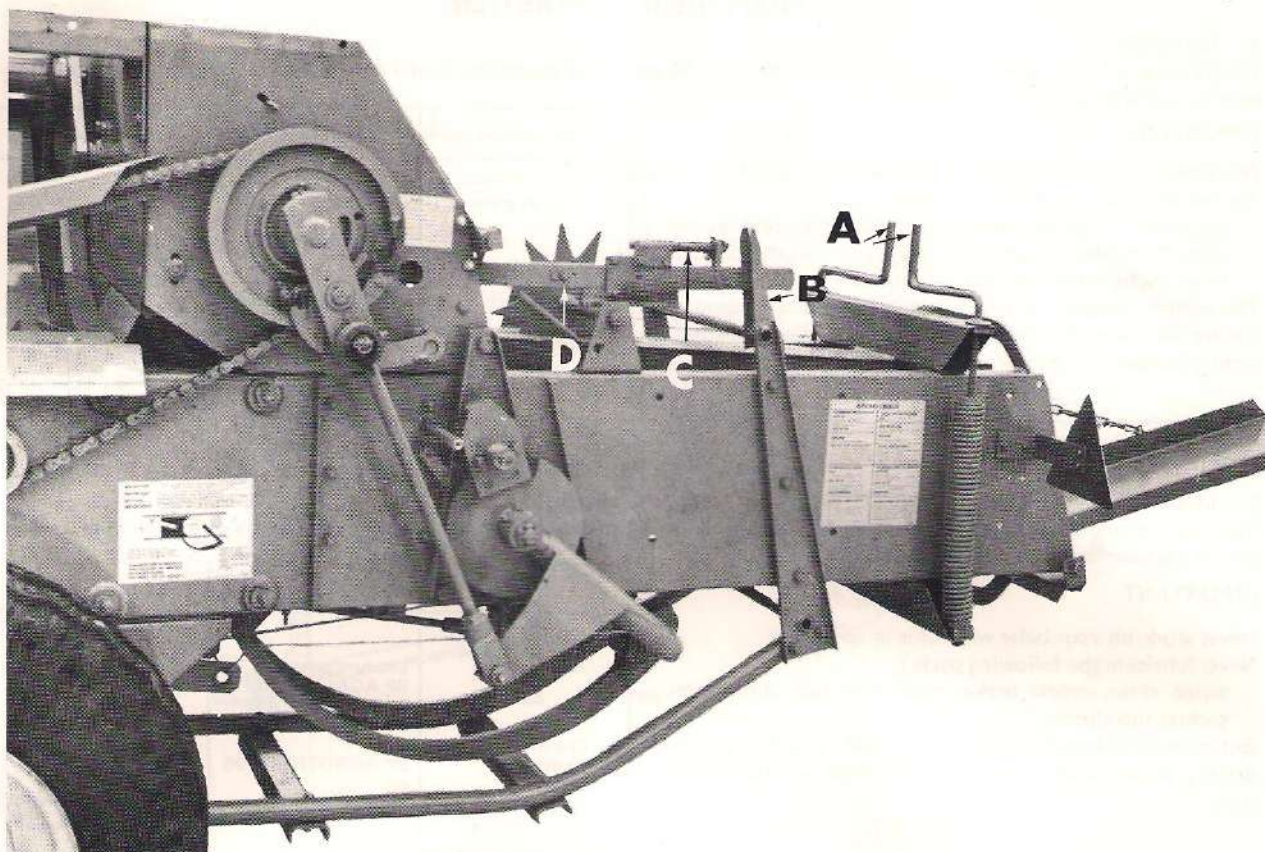

Fig. 11
La longueur des balles peut être réglée de 0,60 m à 1,10 m, pour cela déplacer la butée (fig. 11 Rep. C),
Agir sur les manivelles (Fig. 11 Rep. A).
The length of the bales are adjustable from 0,60 m to 1,10 m by simply removing the stop (fig. 11, Rep. C)
– Rotate the crank handles (Fig. 11 Ref. A)
Die Ballenlänge kann von 0,60 m bis 1,10 m eingestellt werden ; hierzu muss die Stellschraube verstellt werden (Abb. 11 C) :
– die Handkurbeln betätigen (Abb. 11 A)
La longitud de las pacas puede variarse de 0,60 m a 1,10 m. Para ello, accionar el tornillo (fig. 11 – ref. C)
– accionar las manivelas (fig. 11 – ref. A)